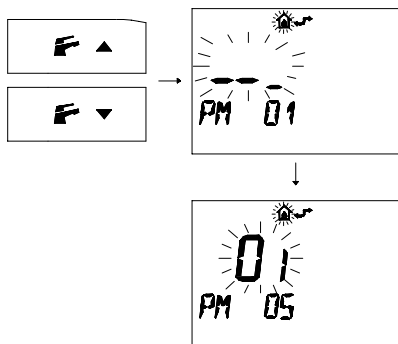

Figura 8.14
- Premere i pulsanti  ▼ e  ▲ per visualizzare la programmazione "PM05" Tipo gas primo livello (Figura 8.14).